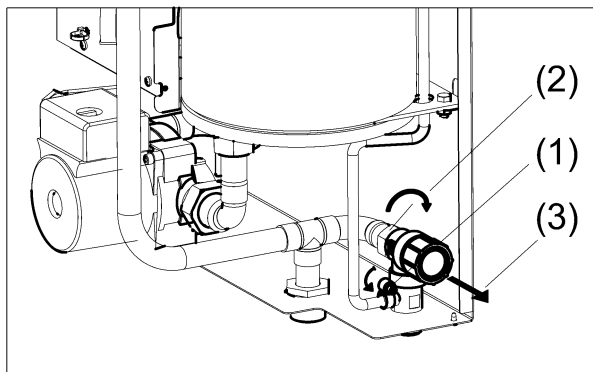

Рисунок 14. Замена предохранительного клапана
- (1) Снимите проволоочный хомут и отсоедините сбросной шланг от клапана (см. рис. 14).
- (2) Открутите накидную гайку соединяющую напорный трубопровод и клапан.
- (3) Извлеките клапан из корпуса прибора.
- (4) Установите новый клапан в корпус прибора, при этом используйте новую уплотнительную прокладку.
- (5) Подсоедините сбросной шланг к клапану, установите проволоочный хомут.
- (6) Проверьте герметичность соединений и давление срабатывания клапана.